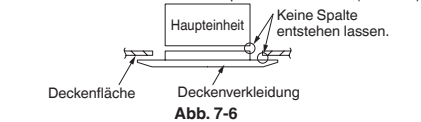

Abb. 7-6
- Nun sicherstellen, dass zwischen Einheit und Deckenverkleidung, sowie zwischen Deckenverkleidung und Deckenoberfläche kein Spalt vorhanden ist. (Abb. 7-6)